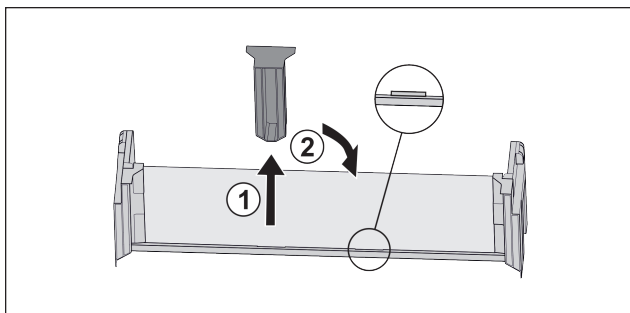

Fig. 20
- Extraire la pièce de retenue centrale Fig. 20 (1).
- Insérer la pièce de retenue centrale en deuxième position Fig. 20 (2).